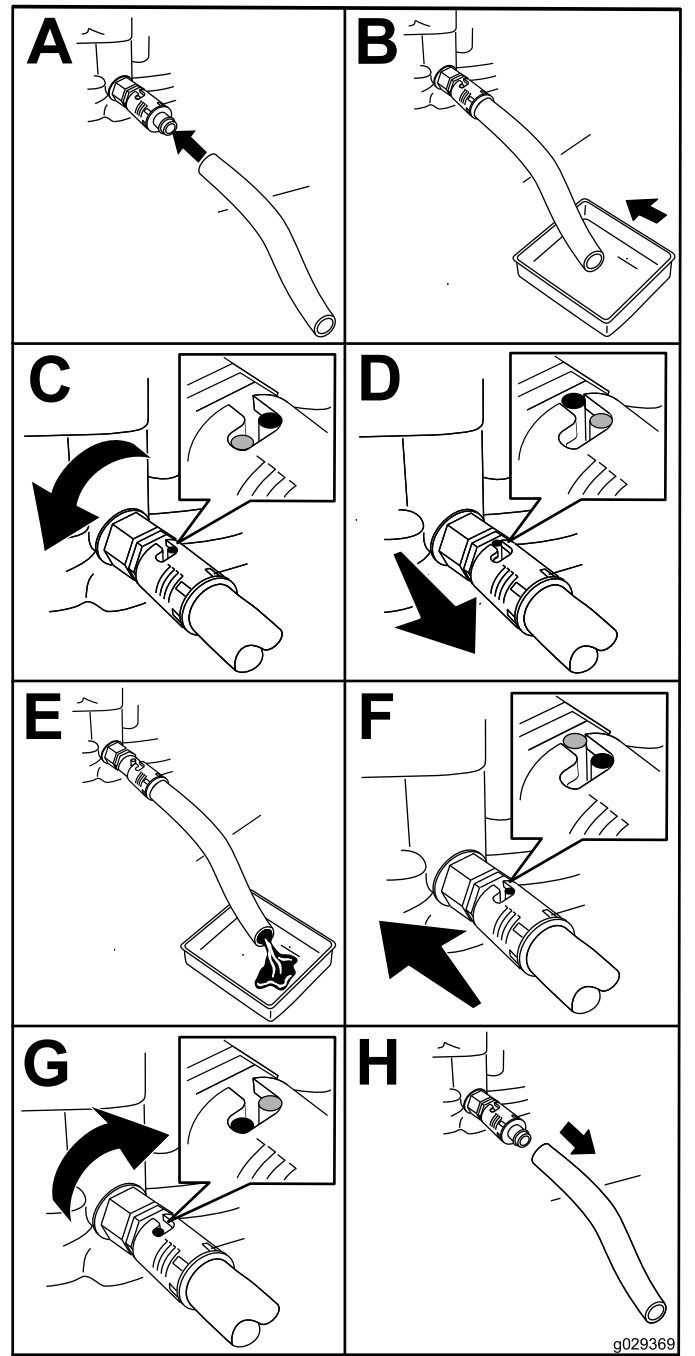

Bild 30
4. Schieben Sie den Ablassschlauch auf das Ablassventil (Bild 30).
5. Stecken Sie das andere Ende des Schlauchs in einen geeigneten Ölbehälter (Bild 30).
6. Drehen Sie das Ölwanne-Ablassventil eine Vierteldrehung nach links, um das Öl abzulassen (Bild 30).
7. Drehen Sie das Ölwanne-Ablassventil eine Vierteldrehung nach rechts, wenn das Öl abgelassen ist, um das Ventil zu schließen (Bild 30).